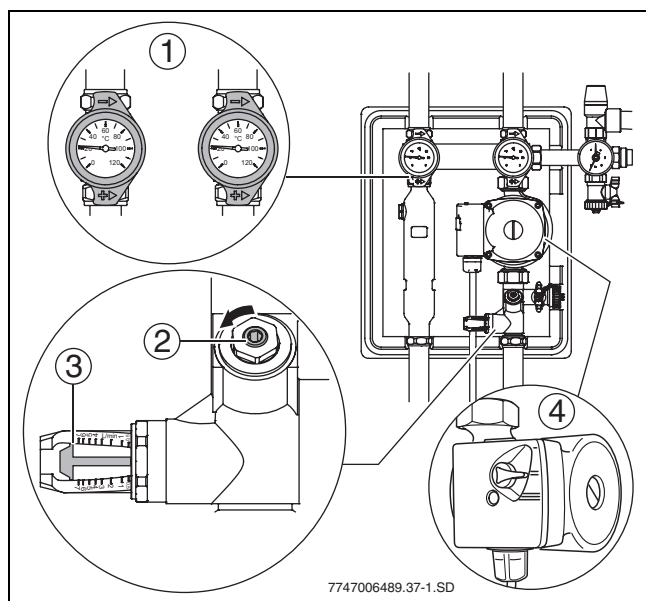

Fig. 30
- Contrôler le débit par le regard du limiteur de débit (→ figure 30, (3)).
- Pour le pré réglage du débit : régler le commutateur de la pompe solaire (→ figure 30, (4)) de manière à ce que le débit nécessaire soit atteint avec une valeur minimale.
- Fermer la vis de réglage du limiteur de débit (→ figure 30, (2)) jusqu'à ce que le bord du flotteur dans le regard (→ figure 30, (3)) affiche le débit recommandé.